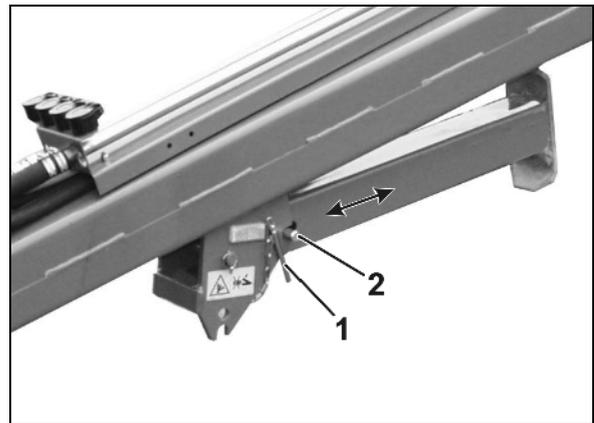

Fig. 75
- Stützfuß angehoben während des Einsatzes oder Transports (Fig. 75).
2. Bolzen (Fig. 75/1) herausziehen.
3. Zusatzsicherung (Fig. 75/2) verschwenken und Stützfuß anheben / absenken.